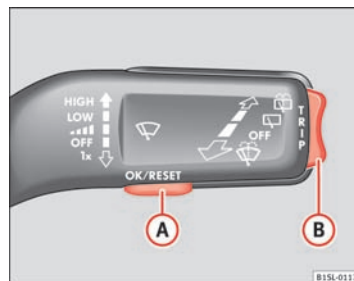

Fig. 11 Betjeningsarm til viskere: knap (A) til betjening af visningspunkter og vippeknap (B) til skift mellem visningspunkter
- Skift eventuelt til visningen af klokkeslættet ved at trykke vippekappen ⇒ Fig. 11 B opad eller nedad.
- Hvis der vises en information eller et piktogram af bilen, skal du trykke på knappen **OK/RESET** (⇒ Fig. 11 (A)).
- Tryk øverst eller nederst på vippekappen (B), indtil det ønskede visningspunkt bliver vist.